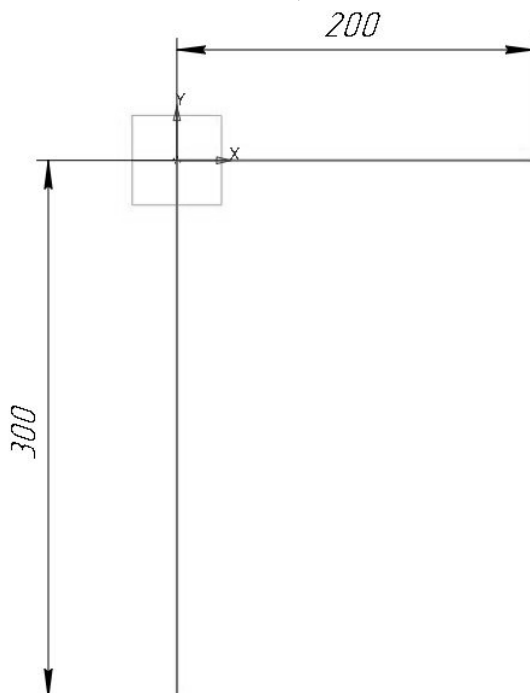

Рис. 11.3. Эскиз детали «Кронштейн»
3. Постройте эскиз в плоскости **ZY**, как показано на рис. 11.3.